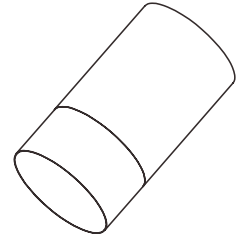

Fig. 4c
3. The installation is complete (Fig. 4c).
3. L'installation est terminée (Fig. 4c).